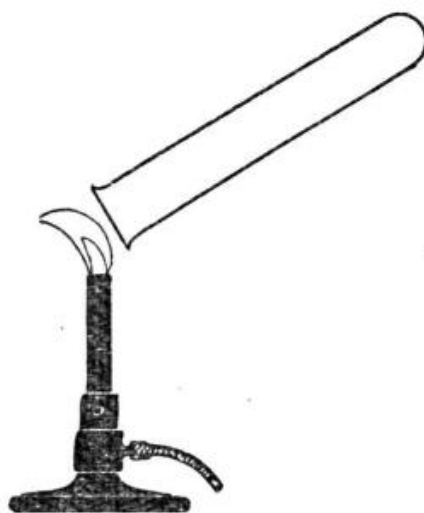

Рис. 144. Испытание чистоты
3. Выделяющийся водород соберите в перевернутую пробирку, как показано на рисунке 143. Через некоторое время снимите пробирку с водородом, закройте ее пальцем и в таком перевернутом состоянии поднесите к пламени горелки (рис. 144).